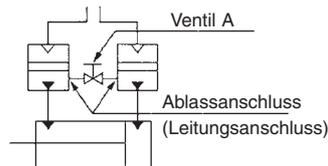

Abbildung 7
1. Auch bei der doppelseitigen Niederdruckhydraulikeinheit treten Ölleckagen aufgrund der Gleitbewegung des Niederdruckhydraulikzylinders auf, wodurch die Betriebsflüssigkeit des Wandlers auf einer Seite zunimmt und auf der anderen abnimmt. Abb. 7 zeigt eine Massnahme zur Gegensteuerung. Halten Sie den Ölstand des Wandlers durch Öffnen des Ventils A auf einem passenden Niveau.